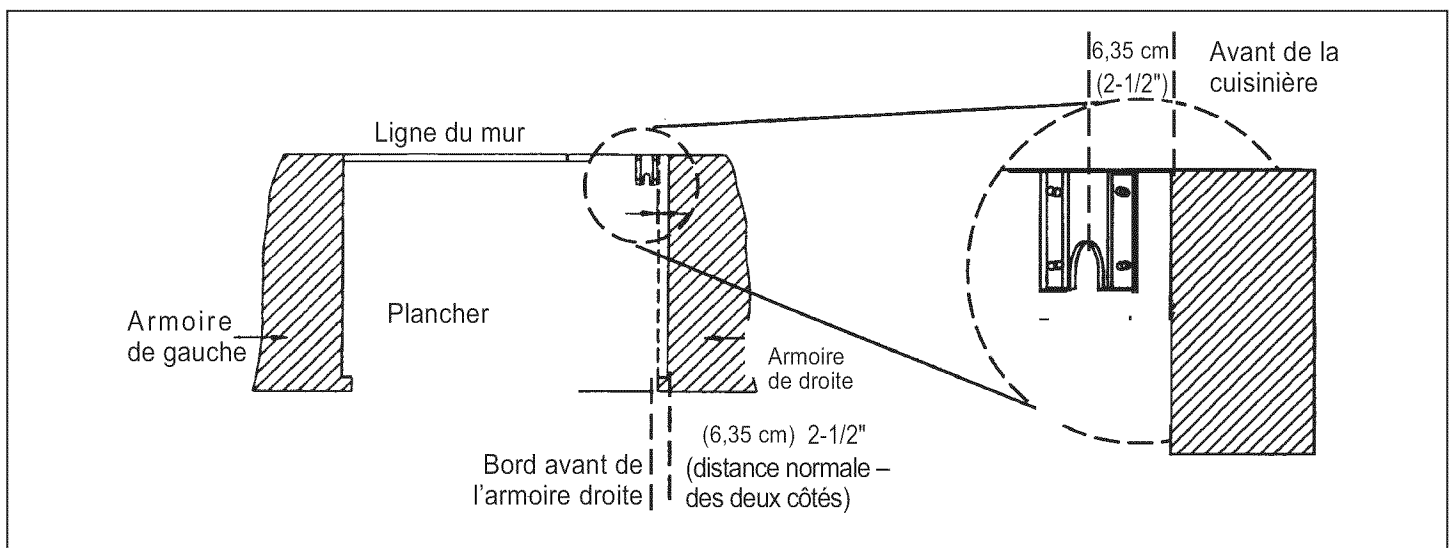

Figure 7b : Emplacement du dispositif antibascule (vue du haut)
1. Placez le support à l'emplacement voulu, comme indiqué à la Figure 7b (le support peut être fixé à un coin ou l'autre de l'emplacement d'installation).